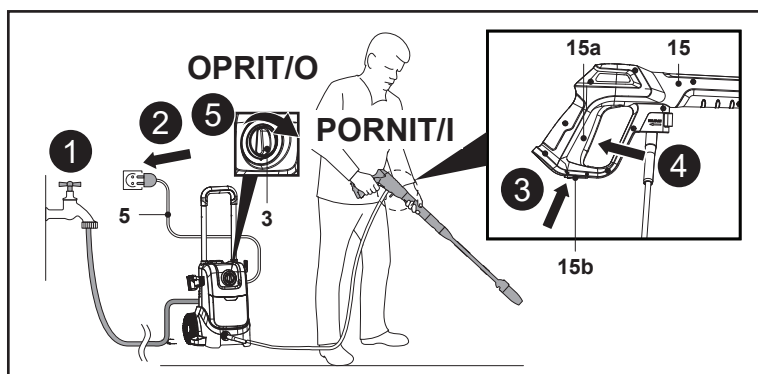

Fig. 15
1. Deschide robinetul pentru a lăsa apa să curgă în pompă (fig. 15, pasul 1).
2. Conectează cablul (5) la sursa de alimentare electrică după ce te-ai asigurat că comutatorul rotativ (3) este în poziția oprit (fig. 15, pasul 2).
3. Trage în spate pedicla (15b) din partea de jos a pistolului pulverizator (15) pentru a debloca declanșatorul (15a) (fig. 15, pasul 3).
4. Apasă complet declanșatorul (15a) până când există un flux constant de apă, pentru a elimina aerul din aparat și din furtunul de apă (fig. 15, pasul 4). Apoi eliberează declanșatorul pistolului pulverizator (15a).
5. Pornește aparatul rotind comutatorul de pornire / oprire (3) la poziția „I” (fig. 15, pasul 5).